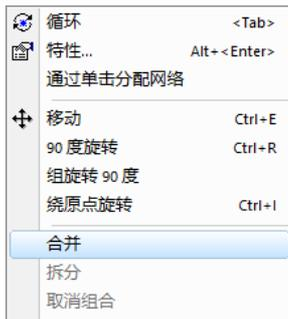
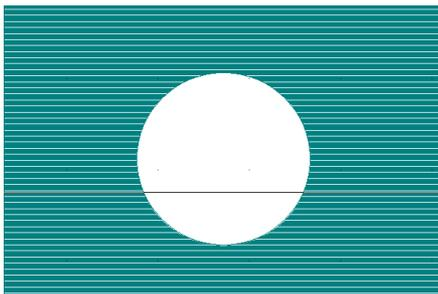

图 12-4 选择“合并”命令
图 12-5 中间挖空的铜箔
(8) 此时用户看不到挖出的圆形，仍然显示图 12-3 所示的图形，只要用鼠标框选该图形，单击鼠标右键，在弹出的快捷菜单中选择“合并”命令（见图 12-4），即可显示挖出的图形，如图 12-5 所示。